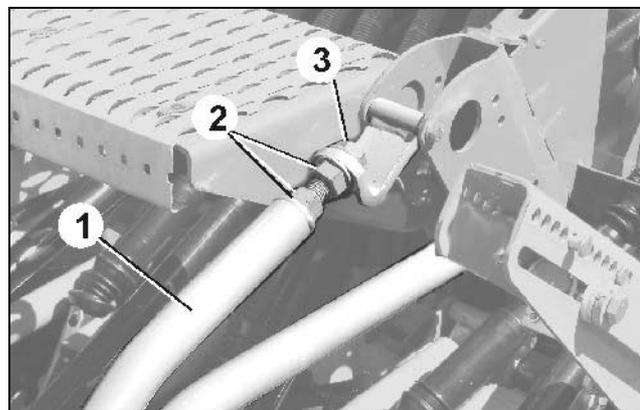

Fig. 86
Le réglage se fait en rallongeant ou en raccourcissant la fixation supérieure du recouvreur FlexiDoigts (Fig. 86 /1):
3. Desserrez le contre-écrou (Fig. 86
4. Réglez la fixation supérieure du recouvreur FlexiDoigts à la même cote de longueur pour tous les points de fixation. Pour ce faire, (Fig. 86/3) tournez toutes les vis de façon identique.
5. Une fois le réglage réalisé, bien serrer (Fig. 86